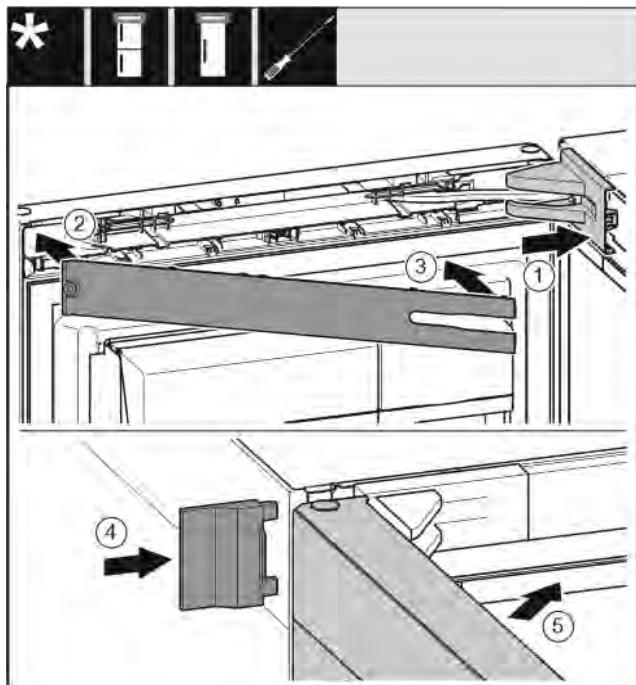

Fig. 40
- Крышку опорного кронштейна установите и зафиксируйте, при необходимости осторожно разожмите. Fig. 40 (1)
- Установите накладку. Fig. 40 (2)
- Наклоните и зафиксируйте накладку. Fig. 40 (3)
- Надвиньте внешнюю крышку. Fig. 40 (4)
- Закройте верхнюю дверь. Fig. 40 (5)